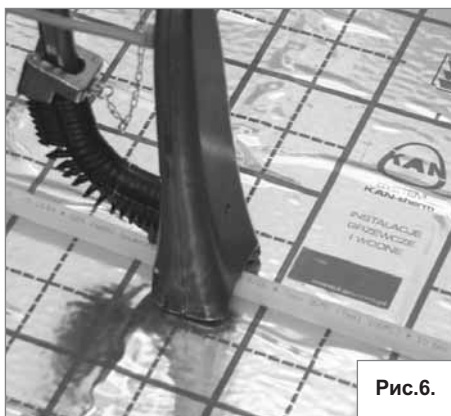

Рис.6.
5. Приложить инструмент к трубе так, чтобы профиль корпуса (11) непосредственно стыковался с ней. Рис. 6.
6. Вбивать шпильки, нажимая рукоятку (1) с соответствующим усилием.